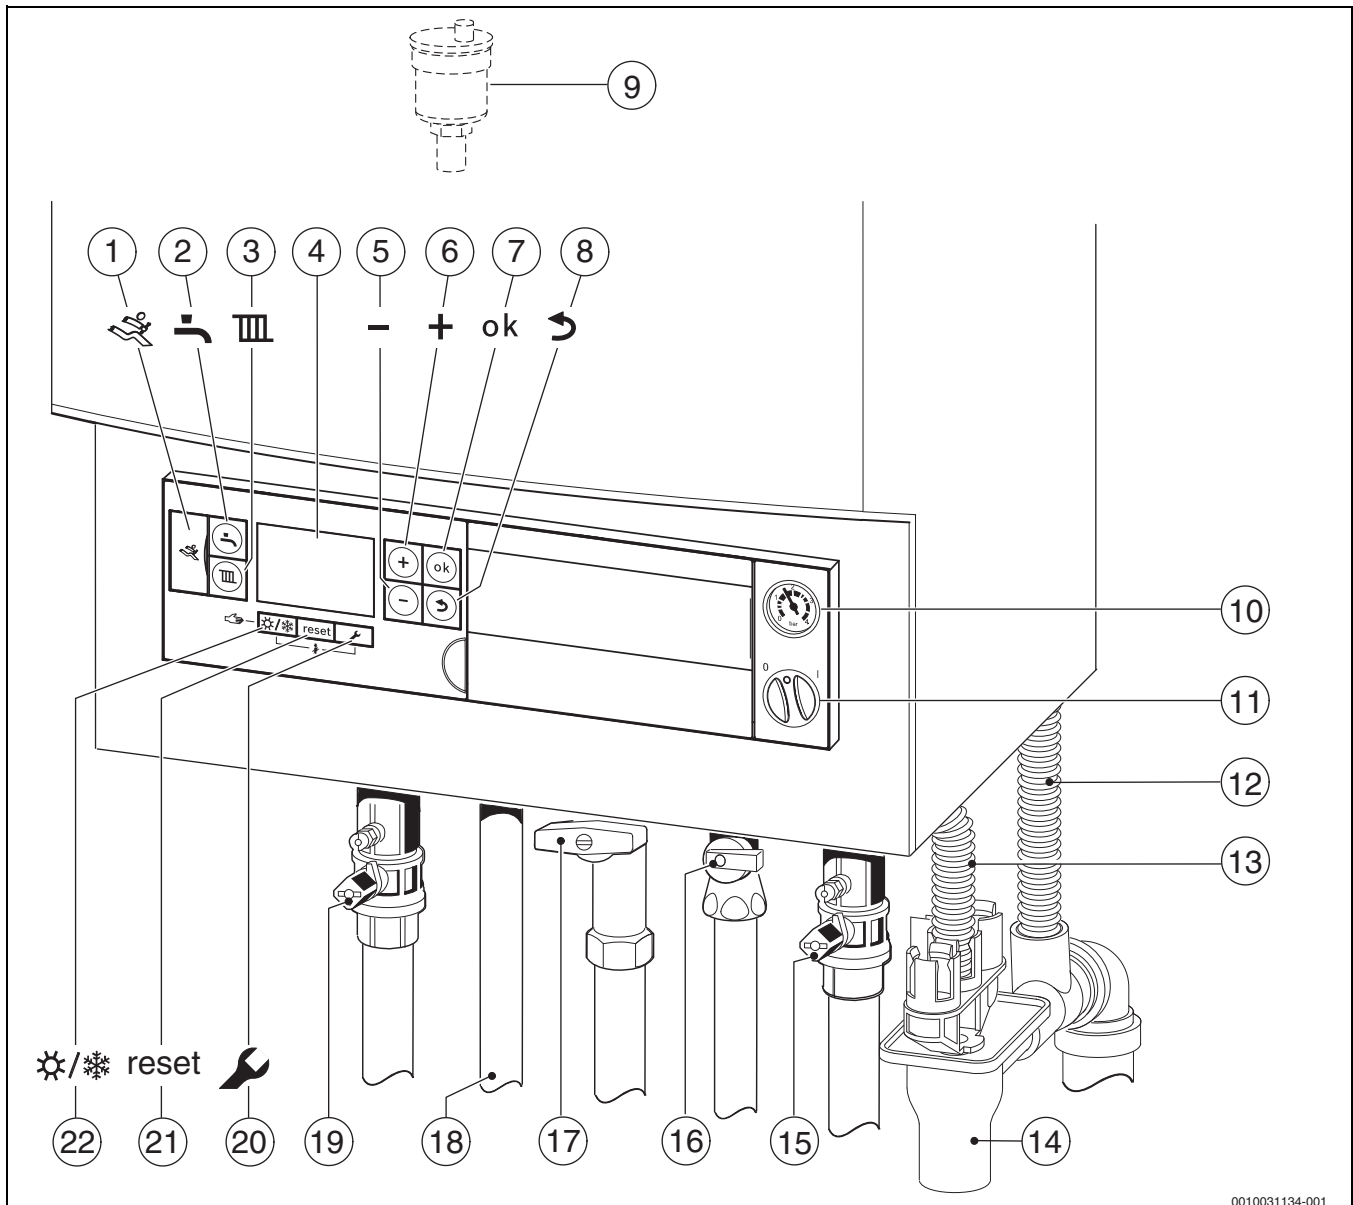

Bild 51 Übersicht der Anschlüsse, Schalter und Tasten GB172-14/20/24/24K
- ▶ HeizungsVorlaufhahn und HeizungsRücklaufhahn (→ Bild 51 [15] und [19], Seite 42) öffnen.
- ▶ Automatischen Entlüfter öffnen (offen lassen) (→ Bild 51, [9], Seite 42).